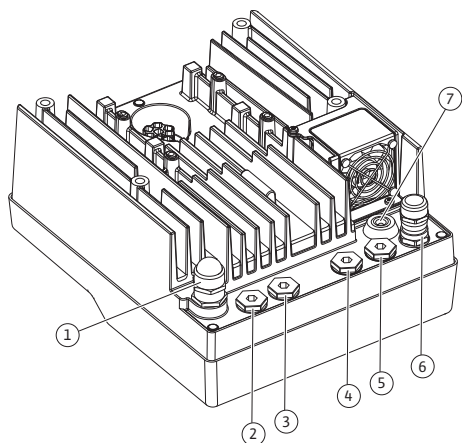

Fig. 18: Kabeļu skrūvsavienojumi/kabeļu izvadi
4. Pieslēguma kabelis jāizvada caur kabeļu skrūvsavienojumu M25 (Fig. 18, 1. poz.). Pievelciet kabeļu skrūvsavienojumu ar norādīto griezes momentu.